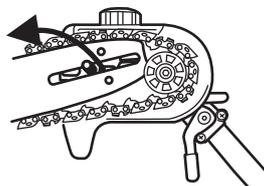

Fig. 26d
- Retirer la barre de guidage et la chaîne. (Fig. 26d)